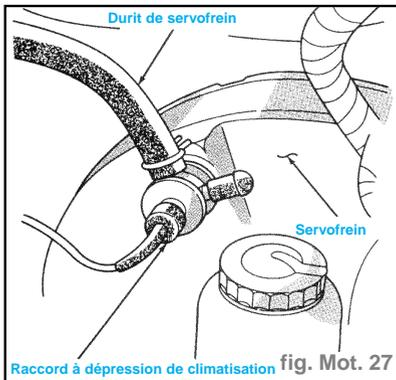

fig. Mot. 27
- vérifier la connexion de durit de servofrein (sans ABS) (fig. Mot. 27),